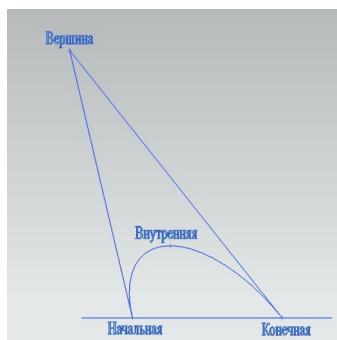
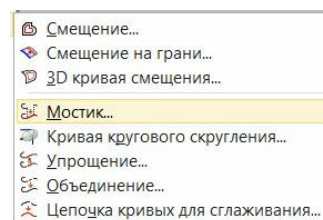
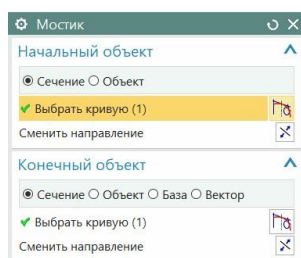
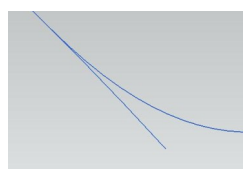

Рис.102
рис.103
рис.105
Рис.108
- Точку **вершины** (рис.102).
- При построении конической кривой мы оперируем начальной, конечной, и внутренней точками и вершиной (рис.102). Кривая посередине обязательно проходит через внутреннюю точку. А если в начальной и конечной точках провести касательные линии к нашей кривой, то они пересекутся в её вершине.
- Эти инструменты необходимы для «гладкой» заделки промежутков между кривыми. Их команды располагаются в падающем меню «Вставить \ Кривая по кривой» (рис.103).
- Вызываем команду «Мостик» (рис.103). Диалоговое окно команды показано на рис.105. Здесь мы только кратко упоминаем данную команду. В ней много нюансов, которые мы сейчас опускаем. Главная задача команды «Мостик» - гладко **соединить две кривые**. Поэтому в диалоговом окне и нужно указать соответствующие концы исходных кривых (рис.106).
- Правда, соединение не всегда осуществляется безошибочно (рис.107, 108). Иногда остаются какие-то незавершенные концы (рис.108). Чтобы избавиться от них, следует обратиться к следующей команде - «**Цепочка кривых для сглаживания**» (рис.103).
- Появляется диалоговое окно рис.102. Нужно сказать о том, что данная команда - это универсальное средство, с помощью которого можно выделить и *точку*, и *тело*, и *кривую* (рис.103). Но нам сейчас нужна *грань*, поэтому мы и выбираем соответствующую опцию (рис.102).
- Аналогичным способом можно выделить, например, **оболочку сферы** (рис.105 - 107).
- **Первая задача** решается по ходу получения собственно *замкнутой оболочки*. Обычно замкнутая оболочка формируется из отдельных её кусков. Для этого существует специальная команда «Вставить \ Комбинировать \ **Сшивки**» (рис.108).